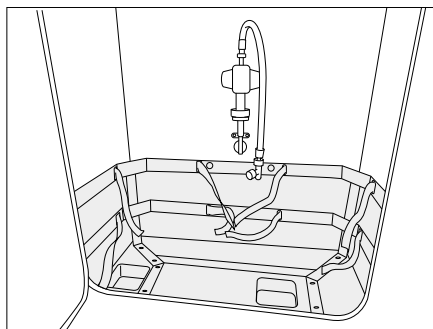
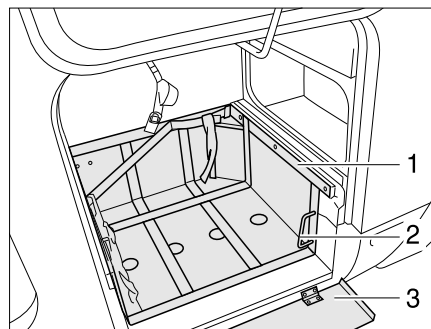

Fig. 237 Vano portabombole
Fig. 238 Vano portabombole, con carrello estraibile
- Se è disponibile una lamiera di protezione (Fig. 238,3), ribaltare la lamiera verso il basso.
- Sbloccare la slitta (Fig. 238,1) con maniglia (Fig. 238,2).
- Estrarre interamente la slitta (Fig. 238,3).
- Riportare indietro la maniglia (Fig. 238,2).
- Sbloccare la slitta (Fig. 238,3) con maniglia (Fig. 238,2).
- Inserire del tutto la slitta (Fig. 238,3) e riportare indietro la maniglia (Fig. 237,2).
- Se è disponibile una lamiera di protezione (Fig. 238,1), ribaltare la lamiera verso l'alto.